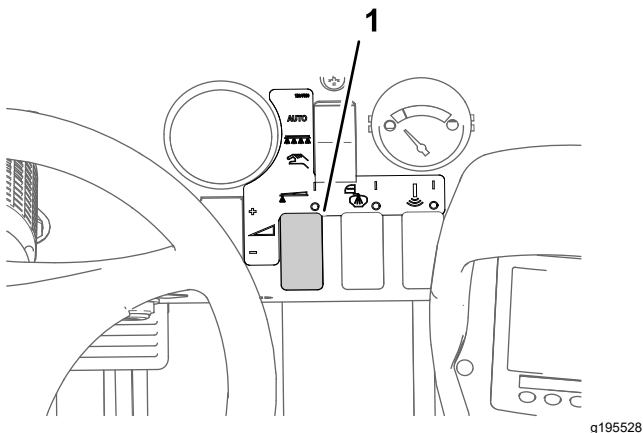

Bild 47
8. Stellen Sie mit dem Dosierungsschalter den gewünschten Sprühdruck ein, wie in der Düsenauswahanleitung angegeben, die mit dem Sprühfahrzeug geliefert wurde (Bild 47).